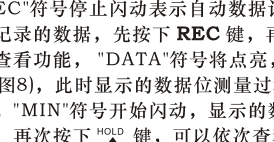
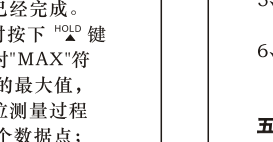

图6
图7
6、数据自动记录功能按键: 先按下 **REC** 键, 再同时按下 **MODE** 键, 进入自动记录功能。" AUTO "符号点亮, 设置为自动换挡功能。这时液晶屏上"REC"和" H "符号同时闪动(如图6), 表示处于数据记录开启时间延迟阶段, 延迟的时间为预先设置的时间(1~60秒可选择)。当" H "符号停止闪动, 只有"REC"符号闪动, 表示延迟时间已过(如图7), 正式开启自动数据记录, 根据预先设定的记录数据的个数(1~50个数据可选择)和预先设定的采样时间间隔(1~60秒)自动完成。